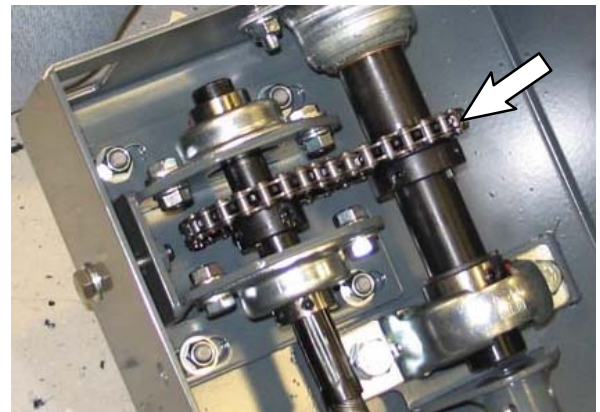

FIG. 36
33. Retire la cadena de dirección. (Fig. 36)